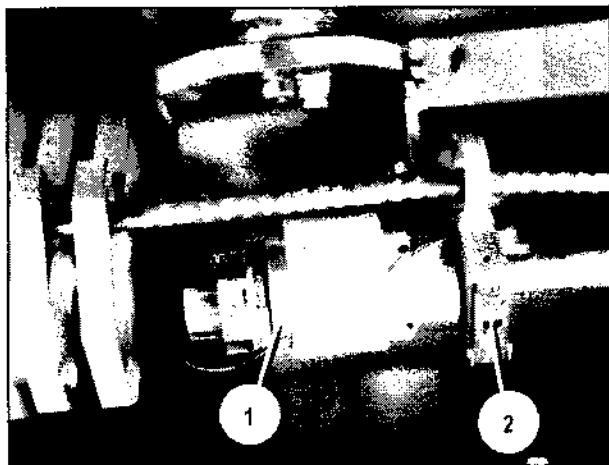

Bild 128
4. Kabel abziehen, Stecker (Bild 128/1) des Vielfachkabels durch den Kabelführungsarm des Mastteils I führen und Klappbügel (Bild 128/2) schließen.